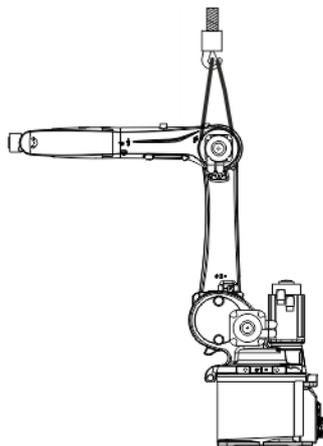

Fig. 10-3: Blocage de l'épaule
1. Bloquer l'épaule, p. ex. avec une corde et une grue (>>> Fig. 10-3).